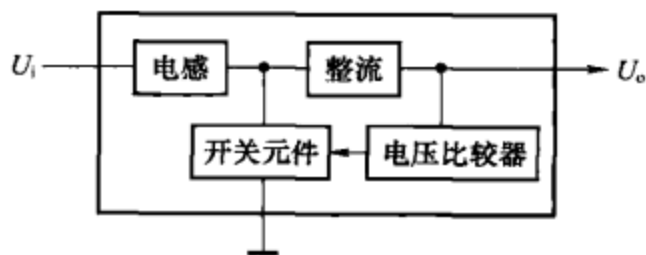

图 7-68
(2) 自激并联控制式稳压电路原理如图 7-68 所示, 开关管与负载并联, 对输出电压作开关式分流调整。电压比较器根据输出电压的变化调节开关管的导通、截止比例, 使输出电压 U_o 保持稳定。